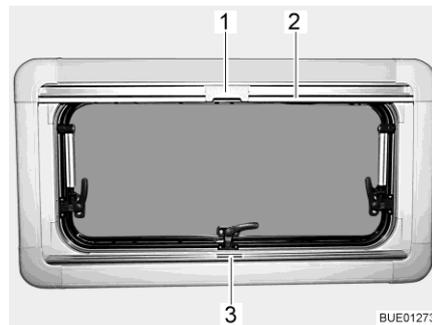

Fig. 75 Ventana abatible
- Sujetar el estor plegable por el centro del agarradero (Fig. 75,3), tirar de abajo a arriba y soltarla a la altura deseada. El estor plegable se queda fijo a esta altura.
- Tirar del agarradero de la mosquitera enrollable (Fig. 75,2) hacia abajo hasta que choque con el agarradero del estor plegable (Fig. 75,3).
- Bloquear el cierre (Fig. 75,1) de la mosquitera enrollable con el agarradero del estor plegable.
- Empujar hacia atrás el cierre (Fig. 75,1) de la mosquitera enrollable por arriba.
- Regresar la mosquitera enrollable lentamente en el agarradero (Fig. 75,2).